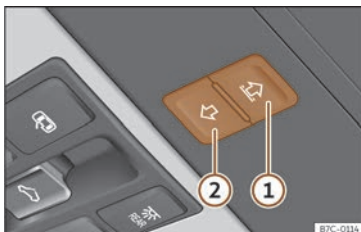

Fig. 63 En el revestimiento interior del techo: botón de función para manejar la cortinilla parasol.
- Si todavía no puede cerrarse, antes de que transcurran 5 segundos pulse la tecla >>> **fig. 63**  hasta que la cortinilla se cierre por completo. **¡La cortinilla se cierra sin que intervenga la función antiaprisionamiento!**